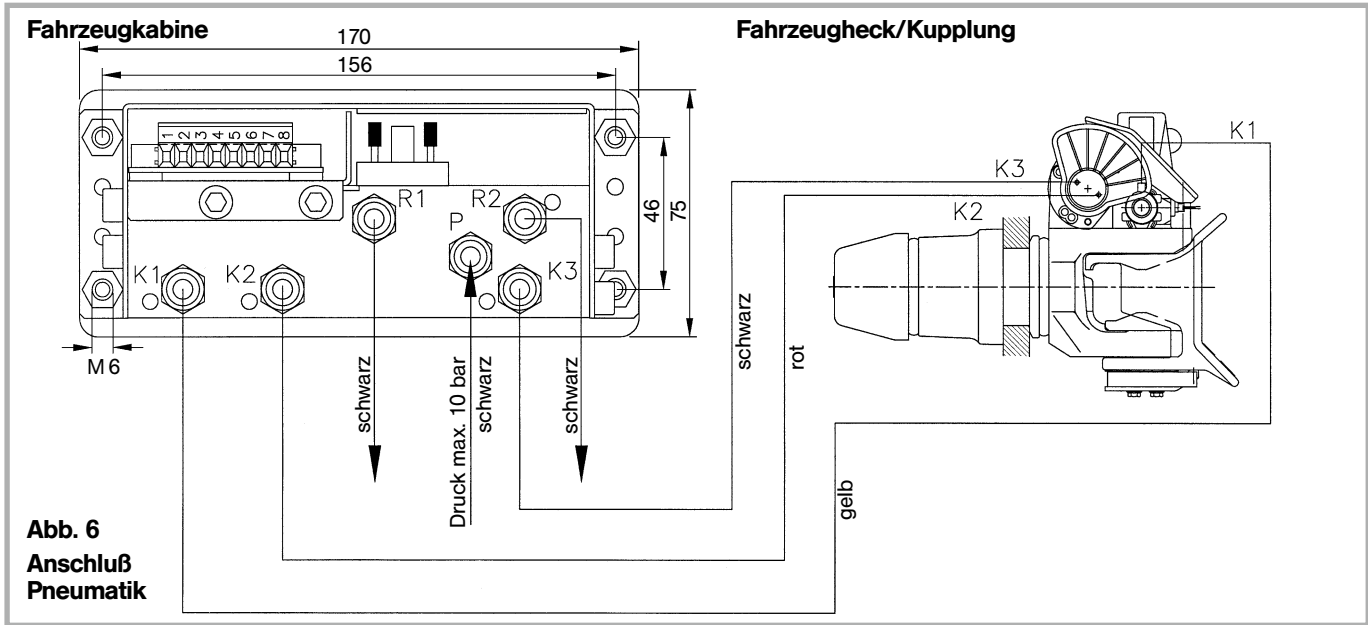

Abb. 6
Vor dem Einbau pneumatische und elektrische Anschlüsse lt. Schaltplan (s. Abb. 6/9) herstellen!
1.6 Pneumatik (Abb. 6)